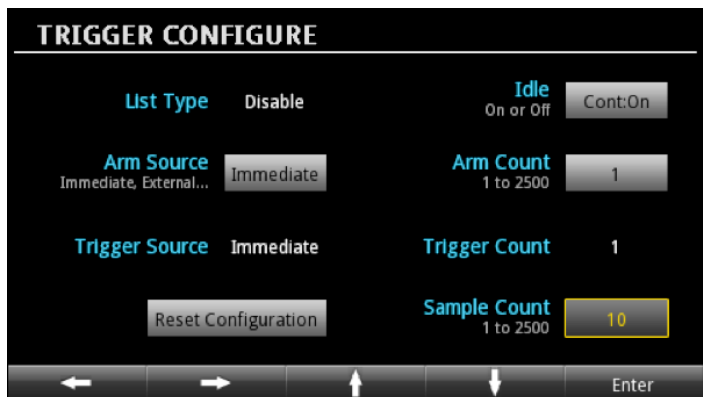

图8. 进行低电流测量时2280S系列电源触发器设置
- 将样本计数设置为10，以与滤波器计数匹配（图8）。这将利用10个连续读数填充均值滤波器，读数之间的时间很短。